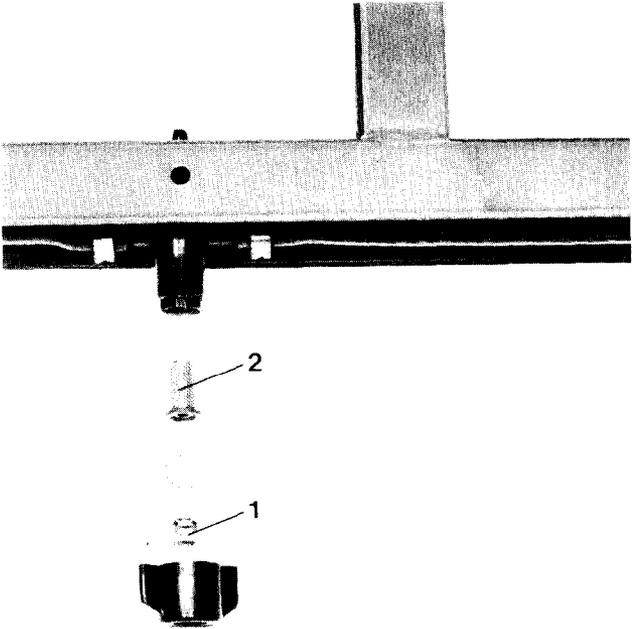

Fig. 27
Düsenmundstücke (Fig. 27/1) und Kugelventilfilter (Fig. 27/2) sind von Zeit zu Zeit, spätestens jedoch nach jeder Spritzsaison zu reinigen. Zur Reinigung sind *nur weiche Bürsten zu verwenden.*
Es empfiehlt sich, die Düsenmundstücke (Fig. 27/1) und Kugelventilfilter (Fig. 27/2) ebenfalls auszubauen und im Einfüllsieb (Fig. 8/1) während des Winters aufzubewahren.
6.6.4.1 **Kugelventilfilter (Fig. 27/2) durch ungenügende Reinigung verklebt und verkrustet**
Das gesamte Gestänge gründlich mit Wasser spritzen lassen. Beim Erneuern der Spritzdüsen (Fig. 27/1) grundsätzlich auch die Kugelventilfilter (Fig. 27/2) austauschen.